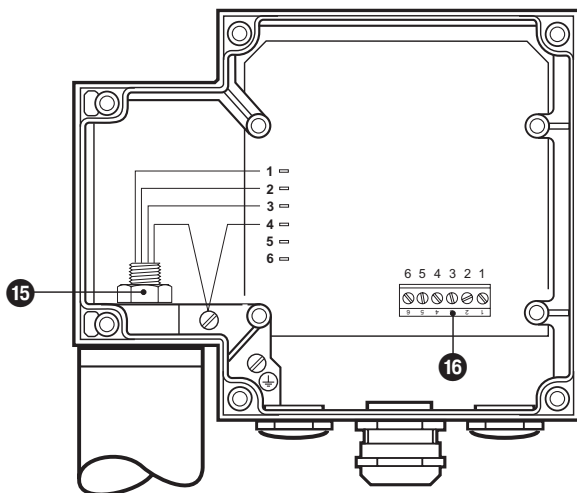

Fig. 15
- L'angle d'inclinaison de l'électrode doit être de 45° au maximum, la longueur de la tige d'électrode étant limitée à 1000 mm. **Fig. 15**
2. Desserrer l'écrou **15** avec une clé plate de 19. Ne pas dévisser ! **Fig. 15**